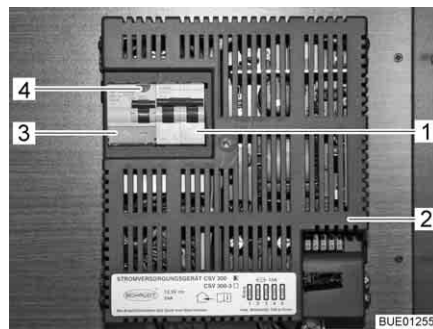

Bild 130 230-V-Sicherungsautomat und FI-Schalter (CSV 300)
Ein Fehlerstrom-Schutzschalter (FI-Schalter) (Bild 130,3) im Stromversorgungsgerät CSV 300 (Bild 130,2) sichert das gesamte Fahrzeug gegen Fehlerstrom (0,03 A) ab.
Ein nachgeschalteter zweipoliger Leitungsschutzschalter (Bild 130,1) im Stromversorgungsgerät sichert das 230-V-Bordnetz ab.
- Wenn das Fahrzeug an die 230-V-Versorgung angeschlossen ist, die Prüfstifte (Bild 130,4) drücken. Der Fehlerstrom-Schutzschalter (FI-Schalter) muss auslösen.